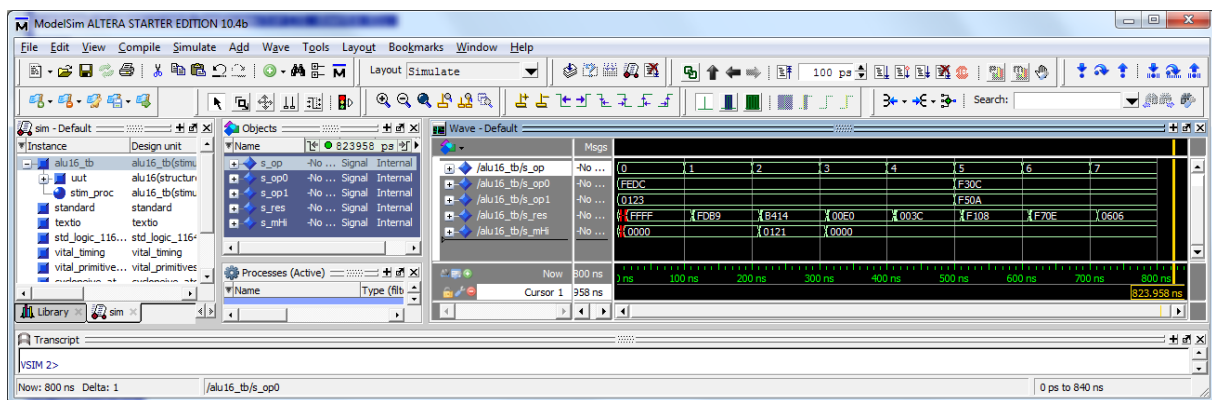

Figura 17 – Resultados da simulação temporal da ALU de 16 bits com a *testbench* “ALU16\_Tb”.
**11.** A simulação arrancará automaticamente, através de uma *script* gerada pelo “Quartus Prime” e de acordo com a configuração realizada no ponto 7. Analise os resultados da simulação (que deverão ser semelhantes aos apresentados na Figura 17) e observe os atrasos de propagação entre a modificação dos operandos de entrada e a atualização do resultado à saída da ALU. Faça “Zoom In” das forma de onda na janela “Wave” de forma a observar as múltiplas transições espúrias (*glitches*) que ocorrem sempre que o resultado da ALU é atualizado. A que se devem estes *glitches*?